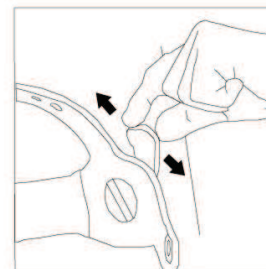

Рис. 4
7.7.2 На боковой стороне сварочной маски существуют фиксированные отверстия. Можно изменить угол поля зрения путём регулировки положения пистона в фиксированных отверстиях (рис. 4)